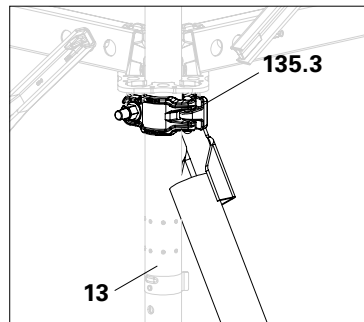

Abb. A15.04a
2. Von sicherem Arbeitsplatz aus die obere Kupplung (135.3) am Vertikalstiel (12) montieren. Kupplung so dicht wie möglich an die Rosette heranschieben und anziehen. (Abb. A15.04a)